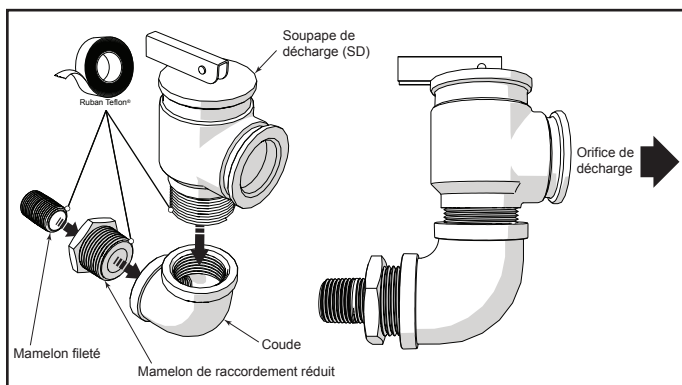

Figure 19. Ensemble de soupape de décharge (SD)
11. Assembler le mamelon fileté, le mamelon de raccordement réduit, le coude et la soupape de décharge (SD), comme indiqué sous « Figure 19. Ensemble de soupape de décharge (SD).
13. L'orientation finale de la soupape de décharge (SD) aura l'orifice de décharge opposé au collecteur du réchauffeur.